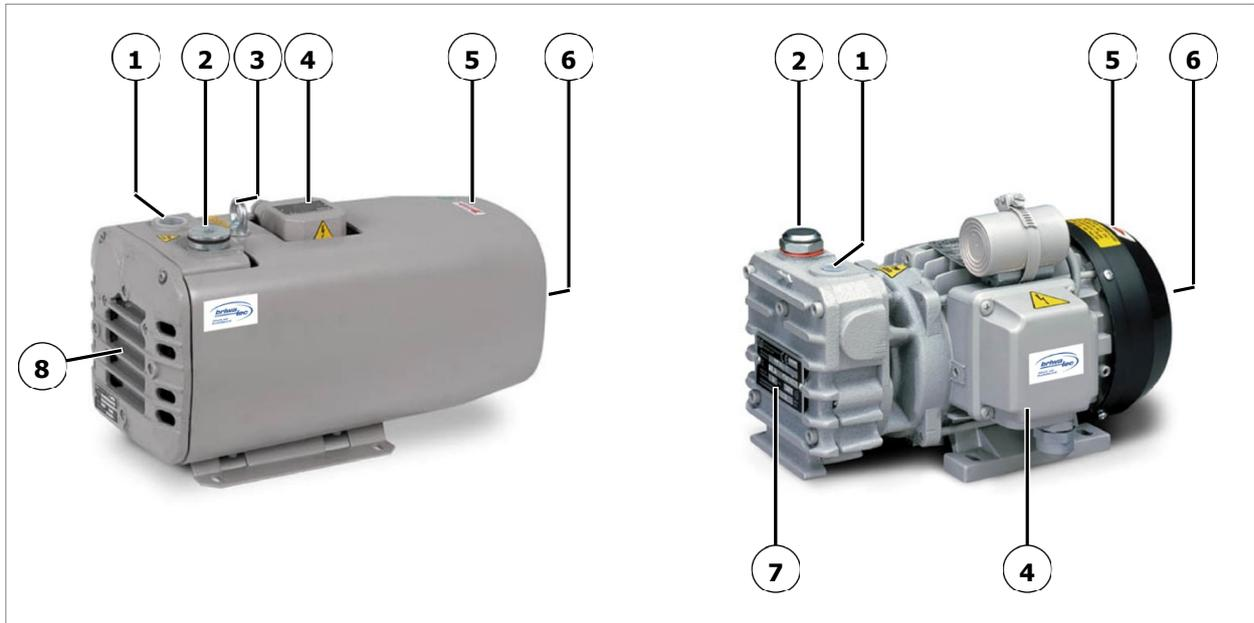

Abb. 4 ZIRKON V Hauptbauteile
Die Maschinen der ZIRKON Baureihe haben saugseitig und abluftseitig jeweils ein Anschlussgewinde (Abb. 4, Pos 1 und 2). Die angesaugte Luft wird durch ein eingebautes Mikro-Feinfilter gereinigt.
Die Maschinen der Baureihen ZIRKON D040 V dürfen nur an der dafür vorgesehenen Transportöse eingehängt werden (siehe Pos. 3, Abb. 4).
Alle aufgeführten Bauteile mit Positionsnummer beziehen sich auf die Illustration, Abb. 4 auf Seite 12.
1. Anschluss Vakuumleitung, Abb. 4, Pos. 1.
1. Motor starten und Drehrichtung über den Drehrichtungspfeil auf dem Gehäuse überprüfen, siehe Abb. 4 Pos. 5.